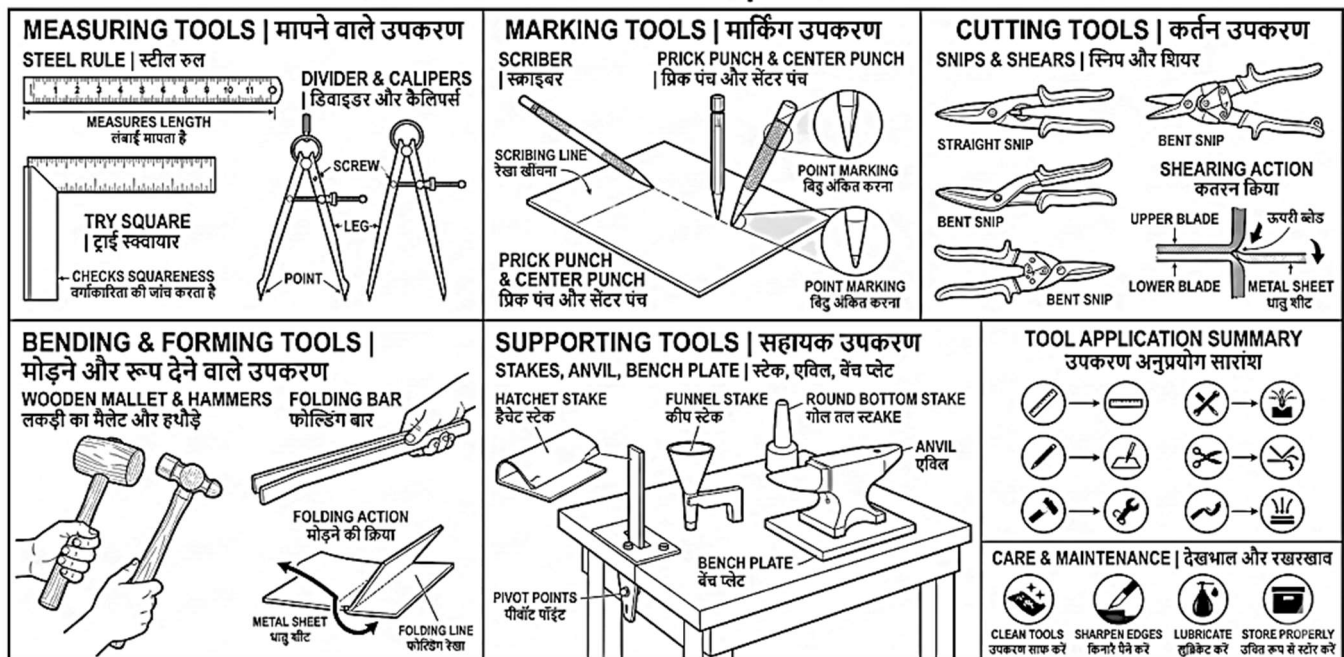

Fig. 3.4: Sheet Metal Tools for Measuring, Marking, Cutting and Bending | मापन, अंकन, कटाई एवं मोड़ने हेतु शीट मेटल औजार
3.4.1 Introduction (Fig. 3.4)
3.4.1 परिचय (Fig. 3.4)